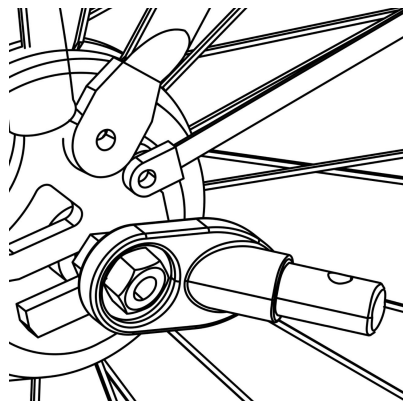

Figura 1 3
2. Eje con tuerca: Desenrosque la tuerca con arandela del lado izquierdo del eje trasero de la bicicleta. Instale el enganche en el eje y vuelva a atornillar la tuerca con la arandela (Figura 1 3).